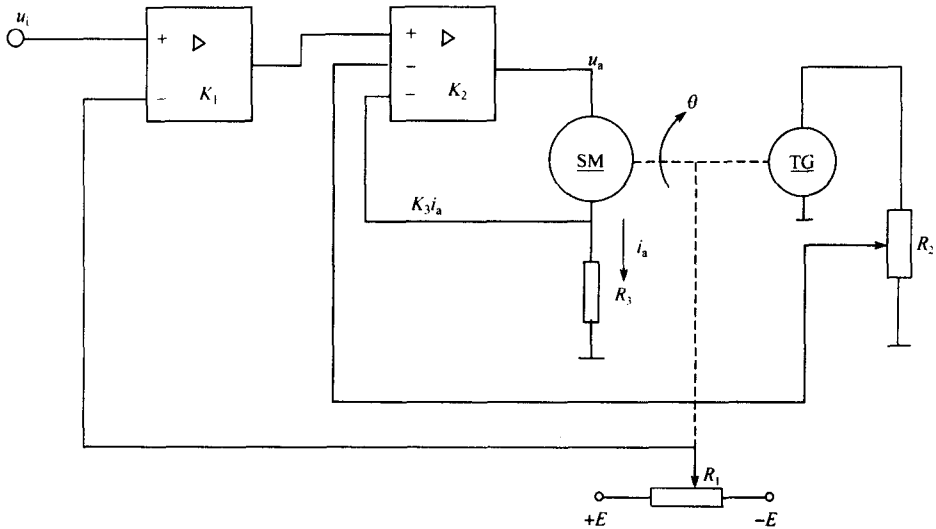

图 1-7 伺服系统原理示意图
1. 电机转角的伺服系统原理示意图如图 1-7 所示。SM 为直流伺服电动机，TG 为直流测速发电机。指出系统的控制对象、参考输入、被控变量，绘出系统的